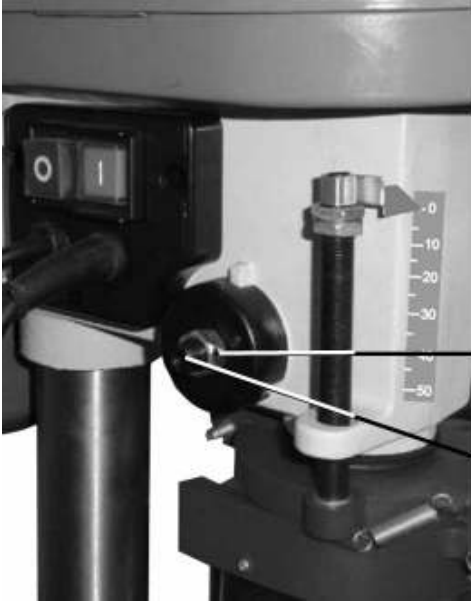

Рис. 6
9.11. При затягивании винта (33), Рис.6, вы прижимаете шпиндель. Усилия возвратной пружины может оказаться недостаточным для автоматического подъема шпинделя в исходное положение.